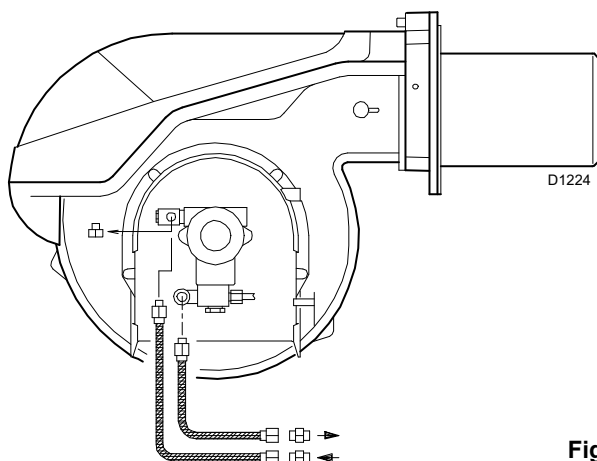

Fig. 22
7.2 Collegamenti idraulici (Fig. 22)